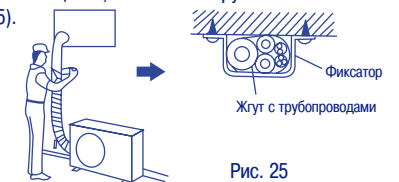

Рис. 25
- (1) Соберите трубопроводы, дренажный шланг, воздухопровод и кабель (если это допускается действующими стандартами) в жгут и оберните его белой декоративной лентой.
- (2) Оберните лентой часть жгута, расположенную снаружи помещения, начиная от наружного блока (рис. 25).